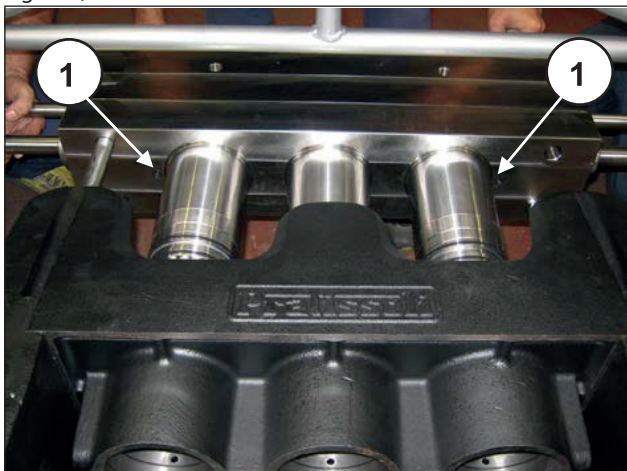

Fig. 184
Per rimontare i vari componenti invertire le operazioni precedentemente elencate facendo particolarmente attenzione all'inserimento della testata sul distanziale testata fissato sul carter, avendo cura di non fare cadere gli anelli ORing montati sul piano di appoggio della testata (pos. ①, Fig. 184).